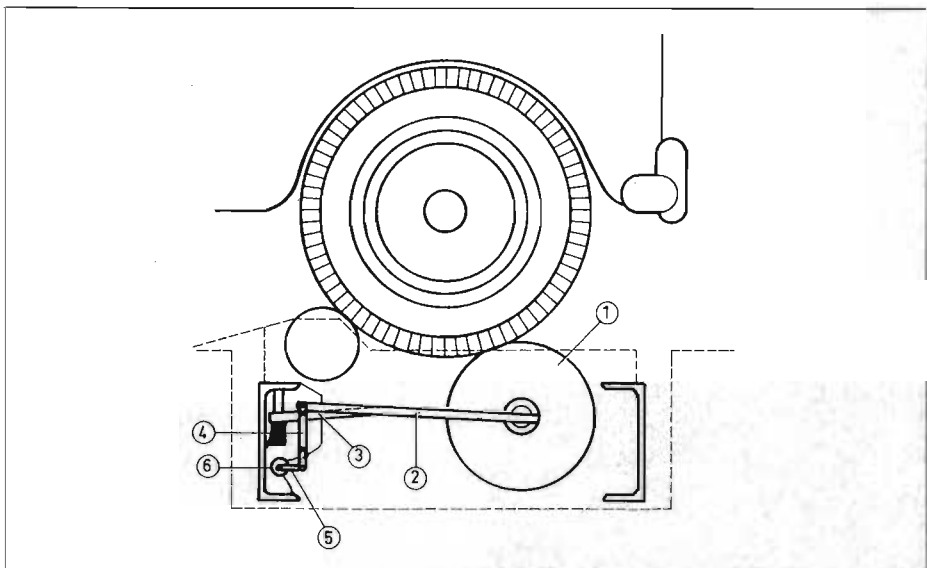

Fig. 6
Vid mätning av bromskraften ställs först framhjulen på rullar, se fig. 5a och 6. I drivrullen (1) se fig. 6 finns en elmotor med planetväxel inbyggd. Motorns stator hålles fast av en lagerfläns, medan rotorn